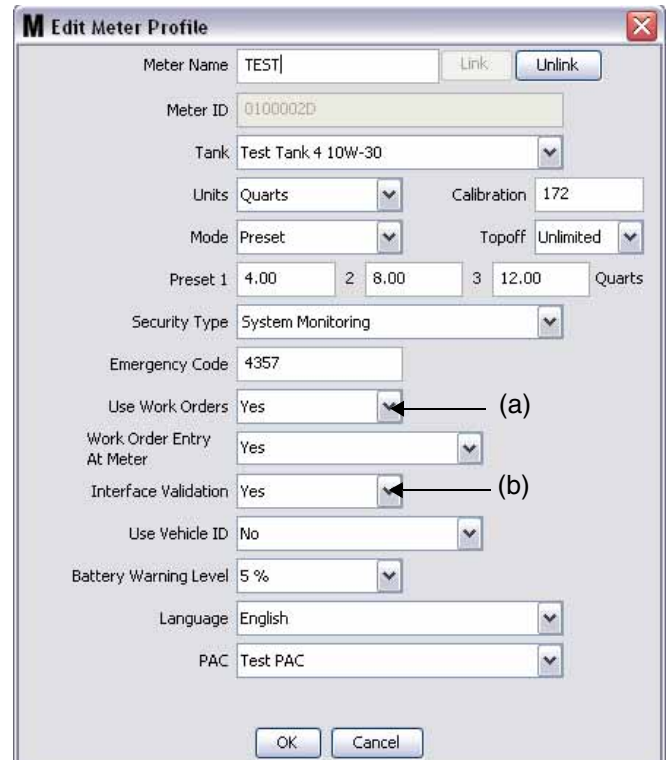

FIG. 4
Al hacer clic en el botón **Modify** (Modificar) de un medidor, se muestra la pantalla *Edit Meter Profile* (Editar perfil del medidor) para ese medidor (FIG. 4). Consulte la sección Medidores del manual de instrucciones de Matrix de Graco para tener instrucciones completas para añadir un medidor y modificar la información existente del medidor.
Para que un medidor utilice la interfaz, este debe estar configurado para utilizar pedidos de trabajo, es decir *Use Work Orders* (Utilizar pedidos de trabajo) configurado (A) en **“Yes”** (Sí) (FIG. 4), y tener activada la interfaz de este medidor, es decir *Interface Validation* (Validación de la interfaz) (b) configurado en **“Yes”** (Sí).